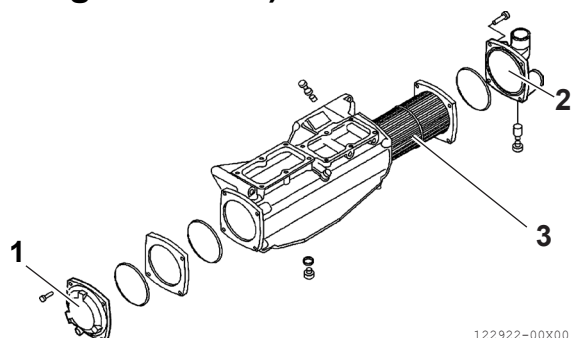

Figura 16
4. Retire las cubiertas (**Figura 16 [1]**) y (**Figura 16 [2]**) en el banco o en un lugar adecuado.
5. Extraiga el conjunto de tuberías (**Figura 16 [3]**).